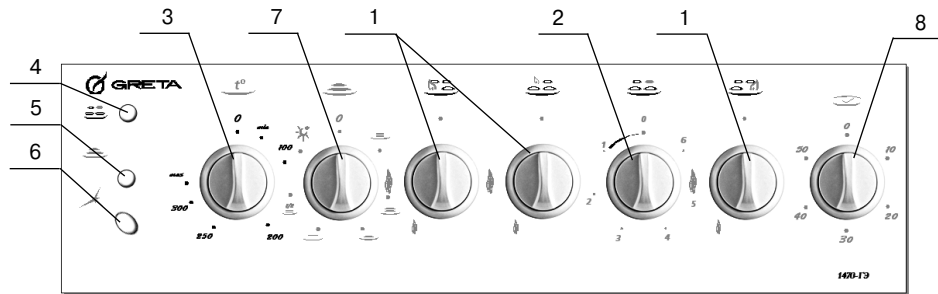

Рис. 5
– Ручка включения электроконфорки поз. 2 (см. рис. 5).
Описание ручек расположенных на панели управления (см. рис. 5, 6).